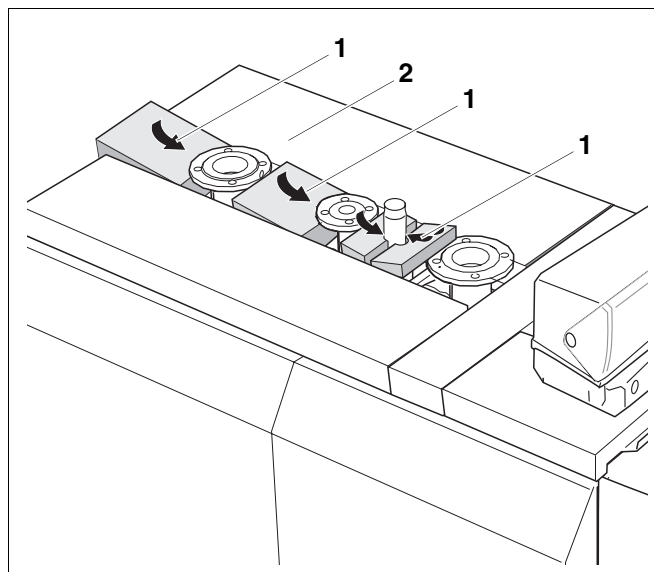

Рис. 34 Установка вкладышей
Учитывайте ширину вкладышей (рис. 34, поз. 1), они должны уместиться между боковыми крышками котла.
- Уложить вкладыши (рис. 34, поз. 1) между боковыми крышками котла (рис. 34, поз. 2).